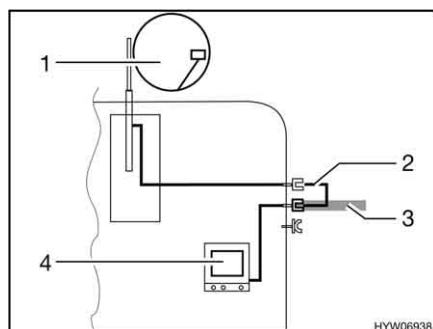

Fig. 70 TV nel veicolo
- TV nel veicolo (Fig. 70,4): Collegamento all'antenna del tetto (Fig. 70,1) con cavo di collegamento (Fig. 70,2)
- TV nel veicolo (Fig. 70,4): Collegamento a antenna esterna (Fig. 70,3)